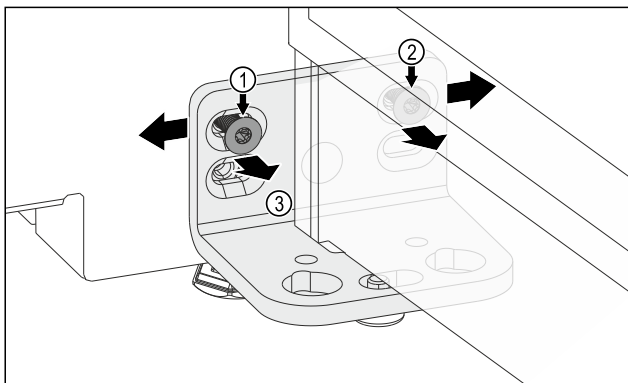

Fig. 13
- ▶ 松开螺栓 Fig. 13 (1) 和 螺栓 Fig. 13 (2)。您需要一把短的偏置螺丝刀来拧螺栓 Fig. 13 (2)。
- ▶ 朝左移动带合页角铁 Fig. 13 (3)的门。
- ▶ 朝右移动带合页角铁 Fig. 13 (3)的门。
- ▶ 已到达末端位置：拧紧螺钉 Fig. 13 (1)和螺钉 Fig. 13 (2)。